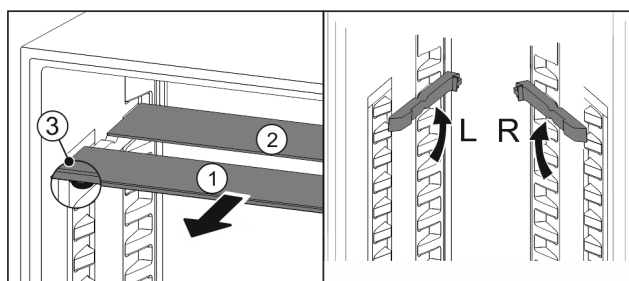

Fig. 97
- Skleněné desky jednotlivě vytáhněte dopředu Fig. 97 (1).
- ▷ Skleněná deska Fig. 97 (1) s ozdobnou lištou leží vpředu.
- ▷ Zářžky Fig. 97 (3) směřují dolů.